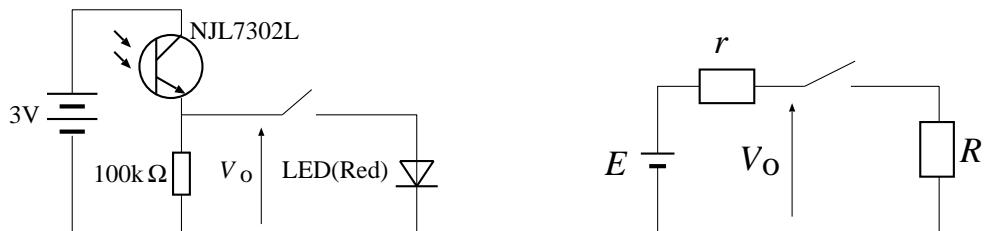
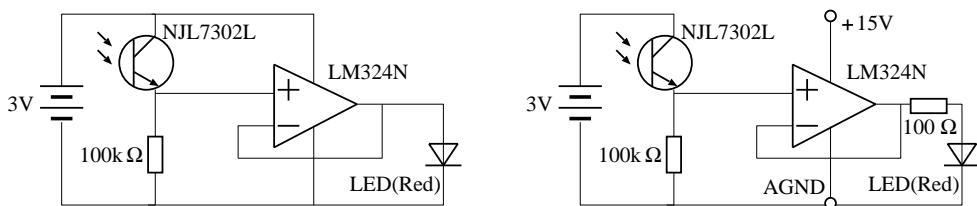

図 1.1: フォトトランジスタの出力に LED を接続した回路とその等価回路
図 1.6: 電圧フォロワによる駆動。左は電池から電源供給、右は myDAQ から供給の場合。この場合には LED に直列に 100Ω の抵抗を接続し、LED を保護すること。
例えばフォトトランジスタで明るさをセンシングして、LED を光らせる図 1.1 の回路を考える。スイッチ OFF では V_o は 3V 近く出力されていても、スイッチを閉じると 1.5V 程度に低下して LED は光らない。この理由を考えるために、センサ部は内部抵抗をもつ電源、
となる。つまり、電圧増幅率は 1 であるが、入力インピーダンスが ∞ 、出力インピーダンスが 0 とみなせる。したがって、次の図 1.6 左のようにフォトトランジスタと LED の間に電圧フォロワを挟むとセンサの内部インピーダンスの問題を解決でき、LED は光る²。
1. 【ここは実験なので後日】ブレッドボード上に Octave/myDAQ ガイドを参考に、フォトトランジスタだけの図 1.1 左では LED が光らないが、オペアンプを用いたフォロワを通した図 1.6 左では LED が光ることを確認。
2. LTspice でオペアンプの動作を確認(センサ出力は電源で模擬)。図 1.6 右のようにオペアンプの供給電圧を 3V から上げることでフォロワとして動作することを確認。
4. 【ここは実験なので後日】図 1.6 右のようにオペアンプの供給電源を myDAQ に変更し(フォトトランジスタの電源は電池のまま)、オシロスコープでオペアンプの入出力電圧を測定、フォロワとしての正常動作を確認。LED の電流を制限するため、LED に直列に 100Ω の抵抗を挿入している。